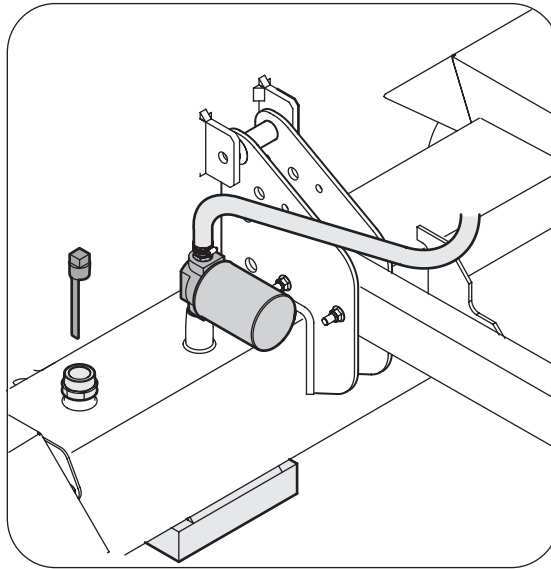

Figura 3-12
2. Retire la varilla de nivel del depósito venteado, que se ubica al lado del filtro hidráulico sobre la parte superior del tanque del depósito. Vea la Figura 3-12.